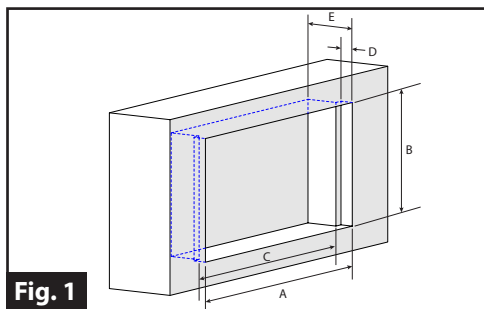

Fig. 1
2. Marque y recorte una abertura en el gabinete de acuerdo con las dimensiones descritas en la Fig. 1.